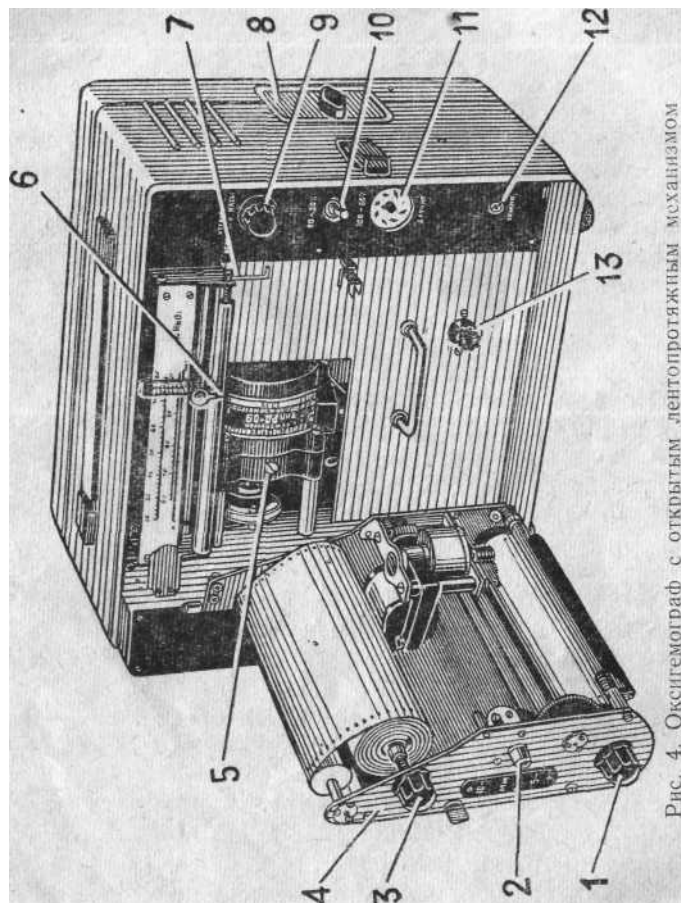
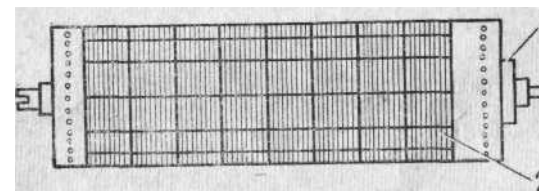

Рис. 4. Оксигемограф с открытым лентопротяжным механизмом
Рис. 5. Рулон диаграммной бумаги на гильзе
ном в датчик фильтре наблюдаются незатухающие колебания каретки с пером, то это говорит о завышенной чувствительности. Для получения нормальной чувствительности ось переменного сопротивления с надписью «успокоение», расположенного в окне прибора под крышкой  $\delta$  (рис. 4), поворачивают плавно против часовой стрелки до тех пор, пока не прекратятся собственные колебания каретки.
3. Переключатель шкал 10 (рис. 4) перевести в положение 20—80% и сопротивлением «настройка 20—80%», расположенным в кармане на правой боковой стенке прибора, установить стрелку на цифру исходного насыщения по шкале 60—100%.
Для заливки откинуть лентопротяжный механизм 4 (рис. 4) и отвернуть винт 5 в корпусе редуктора двигателя.
Для зарядки гильзы / (рис. 5) бумагой надо откинуть лентопротяжный механизм и, оттянув рукоятку 3 (рис. 4), снять гильзу и освободить ее от картонного каркаса использованного рулона.
Надеть на гильзу новый рулон 2. Рулон должен быть расположен так, чтобы ближе к шлицу (на торце гильзы) находилось малое свободное поле на диаграмме (рис. 5). Перевести ручку переключателя скорости 2 (рис. 4) в среднее положение.
Нужно правой рукой натягивать конец ленты, слегка направляя ее так, чтобы перфорация попала на шипы барабана; левой рукой поворачивают барабан за рукоятку / (рис. 4) по часовой стрелке. Когда из-под валика будет выступать 50—30 мм ленты, закрывают лентопротяжный механизм и переводят ручку переключателя скорости в одно из рабочих положений.
3. Налить пипеткой чернила в баллон пера и вставить его в обойму 6 (рис. 4) так, чтобы кончик пера касался вершины валика с бумагой. Проверить, соответствует ли положение предохранителя 13, расположенного в нижней части прибора за откидным лентопротяжным механизмом, напряжению питающей сети.
4. Заземлить прибор. Для этого наконечник провода заземления подсоединить к клемме «земля» 12 (рис. 4), расположенной на правой стороне передней панели прибора. Струбцину провода заземления привинтить к земляной шине. После этого гайкой прижать провод к струбцине. Место присоединения должно быть зачищено от краски и грязи.
6. Вставить колодку кабеля датчика в гнездо восьмиконтактного разъема // (рис. 4) так, чтобы ключевой выступ колодки совпал с соответствующей выемкой в центральном отверстии.
9. Переключатель шкал 10 (рис. 4), расположенный над гнездом «датчика», установить в положение «100—60%». Ввести фильтр светлой половиной в датчик.
10. Ручкой «установка исходного насыщения» 9 (рис. 4), расположенной над переключателем шкал, установить стрелку прибора по средней шкале на цифру, указанную на светлой половине фильтра.
Если показания прибора на темно-красной части фильтра отличаются от указанной на фильтре величины больше, чем на  $+1\%$ , то надо подкорректировать показания, пользуясь регулировочными сопротивлениями с надписью «настройка», расположенными в окне прибора на его правой боковой стенке под крышкой 8 (рис. 4). Корректировка показаний прибора на шкале «100—60%» осуществляется соответственно регулировочным сопротивлением с надписью «100^60%», а корректировка показаний прибора на шкале «80—20%» — регулировочным сопротивлением с надписью «80—20%». Пользуясь этими регулировочными сопротивлениями, доводят показания прибора на обеих шкалах на темно-красном фильтре до требуемой величины. Затем снова вводят светло-красный фильтр и ручкой «регулировка исходного насыщения» опять устанавливают показание, соответствующее этому фильтру, т. к. после корректировки на темно-красном фильтре показания на светло-красном фильтре, установленные ранее, меняются. Еще раз вводят темно-красный фильтр и уточняют показание подстроечным сопротивлением.
Если необходимо произвести запись исследуемого процесса, то рукоятку переключателя скорости подачи бумаги 2 (рис. 4), расположенную на правой боковой щечке откидного лентопро-тяжного механизма, устанавливают на нужную величину ско-рости, включают тумблер «запись» 2 (рис. 1), расположенный над гнездом сетевого питания, а рукоятку 7 (рис. 4) опускают до упора; при этом перо опускается на диаграммную бумагу. Если запись не производится, то тумблер «запись» не вклю-чается, а перо при помощи рукоятки 7 подымается так, чтобы оно не касалось диаграммной бумаги.